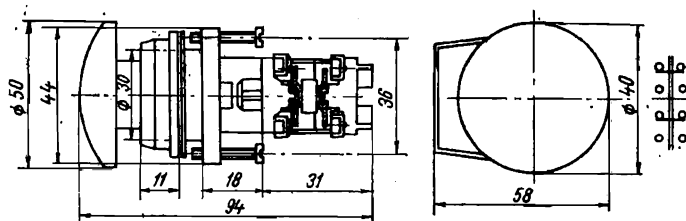

Fig. 6.3. Buton ciupercă cod 3775 protecție IP 300 și cod 3776 protecție IP 430.
- buton ciupercă (fig. 6.3) la care acționarea se face prin acționarea unui buton aparent;